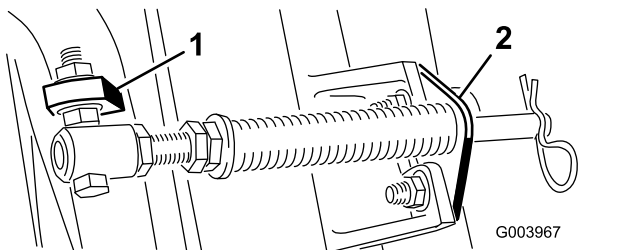
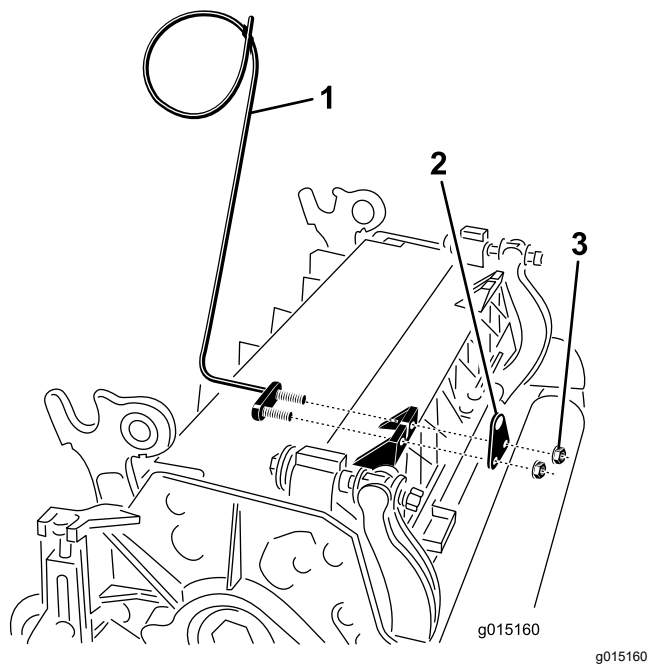

Bild 11
Bild 13
Hinweis: Positionieren Sie den Schraubenkopf zur Außenseite der Nase, wie in Bild 11 dargestellt.
- E. Montieren Sie die Stangenhalterung mit den Schlossschrauben und Muttern an den Mähwerkknasen (Bild 11). An der Schneideinheit müssen Sie auch die linke Schlauchführung vorne an den Schneideeinheitnasen befestigen, wenn Sie die Stangenhalterung (Bild 13) wieder einbauen.